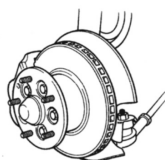

Fig. 2
- Bauart mit Außenlagerung (Fig. 2), Radlagerhaltemutter lösen und abnehmen, dann Radnabe/Bremsscheibe abziehen. Scheibe von Nabe abnehmen.